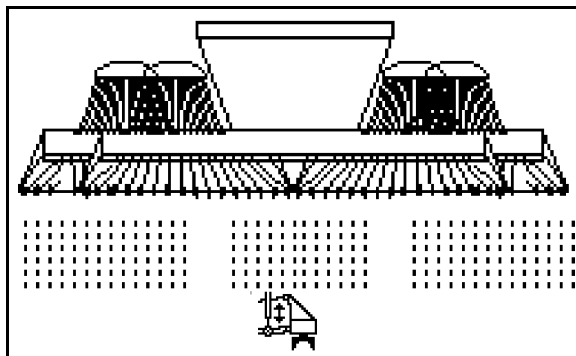

Fig. 54
1. **KG** vorwählen (Fig. 54).